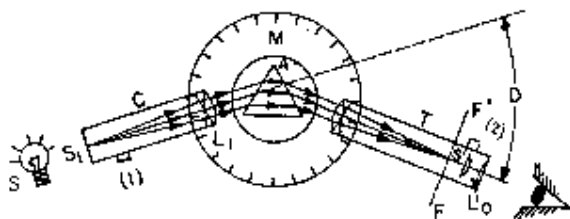

Fig. 2: Arranjo experimental para observação de raios refratados no prisma.
13. Posicione o prisma sobre a plataforma giratória de modo que a luz da lâmpada seja refratada como indicado na Fig. 2. Observe que o braço móvel deve ser girado na visualização dos raios refratados para o mesmo lado utilizado no processo de calibração do potenciômetro multivoltas.
Obs.: Para facilitar a localização do ângulo de desvio mínimo, observe nas Figs. 2 e 3 que nessa situação os raios refratados são desviados simetricamente em relação ao vértice **A**.